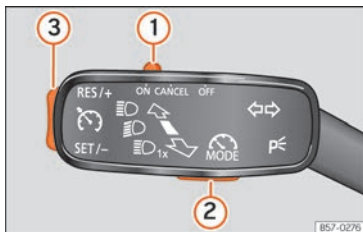

Abb. 229 Links von der Lenksäule: Hebel und Tasten zur Bedienung des Geschwindigkeitsbegrenzers.
Wenn Sie den Geschwindigkeitsbegrenzer – beispielsweise zum Überholen – vorübergehend deaktivieren möchten, bringen Sie den Schalter » **Abb. 229** ① des Blinkerhebels in die Stellung **CANCEL** oder bringen Sie den dritten Hebel zum Druckpunkt **CANCEL** oder drücken Sie die Taste ② eines der beiden Hebel.